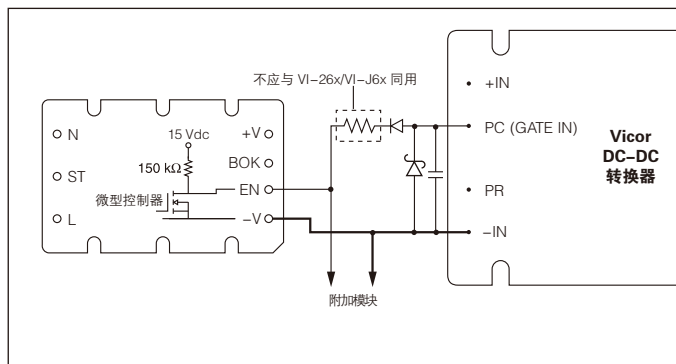

图 7-4 使能 (EN) 引脚功能
使能 (EN) 引脚 (图 7-4) 使能 (EN) 引脚必须接到所有 DC-DC 转换器模块的 PC 引脚或 GATE IN 引脚，以便